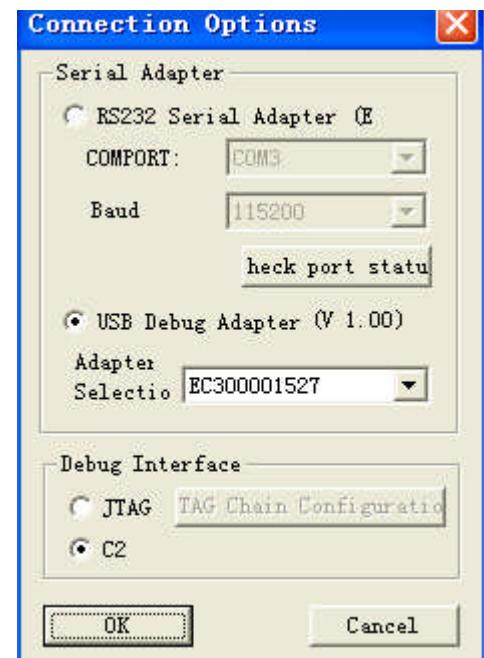
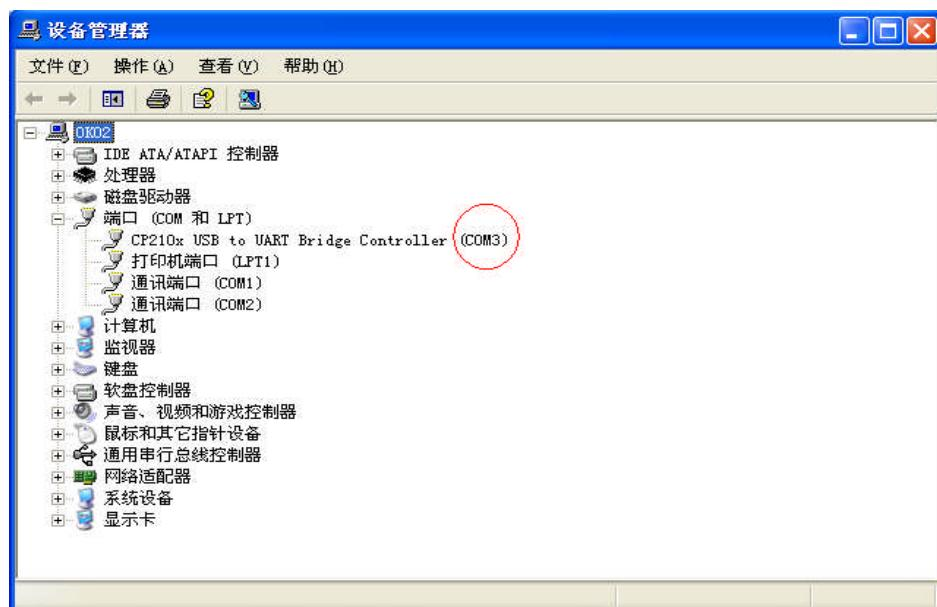

图 3
图 4
3. 安装结束，打开 IDE 集成开发环境，在新建或打开原有的项目后，点击主菜单“Options”选择“Connection Options..”选项（如图 2 所示），进入图 3 界面。
(1) 若调试器使用 U_EC3/ U_EC5, 选择与图 3 相同选项, 点击 OK 即可进行连接、程序下载和在线调试。
(2) 若调试器使用 U_EC2, 图 3 中“Serial Adapter”框选“RS232 Serial Adapter….”一项。其中, “COMPORT”的选择要参照“设备管理器”的端口选项 (图 4 中红色圆圈)。已知红色圆圈内容后, 点击“COMPORT”复选框, 选择“Other COM”项, 输入与“设备管理器”中相同的 COM 口值 (如“3”注:只输入“3”), 则“COMPORT”复选框的内容为“COM3”。点击 OK 即可进行连接、程序下载和在线调试。